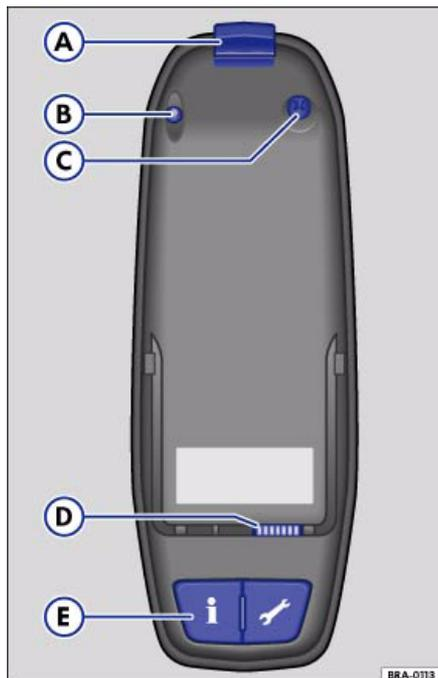

Abb. 18 Telefonhalterung
- Setzen Sie das Telefon erst unten bei der Systemschnittstelle \Rightarrow Abb. 18 , dann oben in die Halterung, bis es oben einrastet \Rightarrow .
- Drücken Sie die Entriegelungstaste \Rightarrow Abb. 18  und nehmen Sie das Telefon heraus.